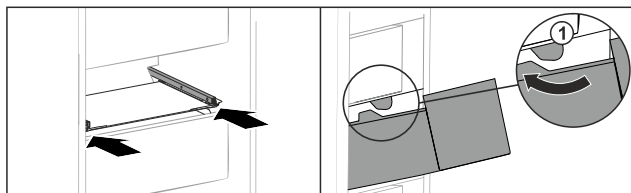

Fig. 154
- ▶ Prevedte zásuvku okolo zárážok Fig. 154 (1).